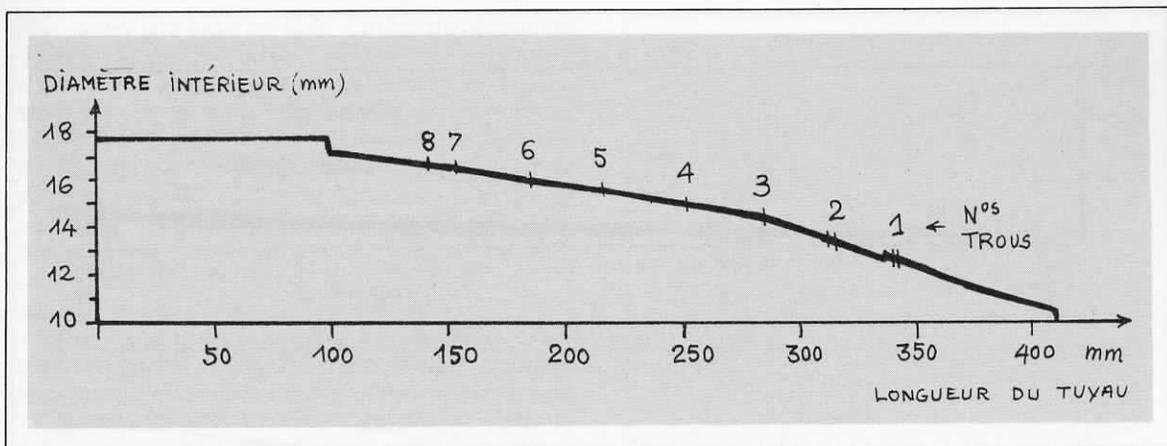

Fig 4 - Perce longitudinale d'une flûte à bec Alto
1) Tout d'abord la perce. On voit sur la figure 4 une allure commune à beaucoup d'instruments :